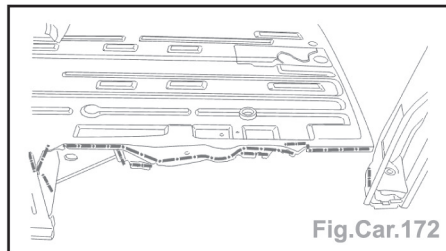

Fig.Car.172
- Préparer les bords d'accostage et protéger les bords par un apprêt soudable ainsi que sur la pièce neuve (Fig.Car.172).